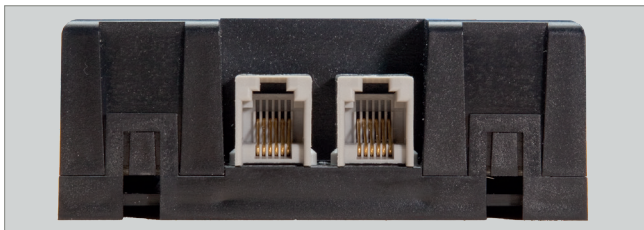

Abb. 11: LocoNet-Buchse am Erweiterungsmodul
- ▶ Verbinden Sie dann das LocoNet Kabel mit einem der LocoNet-Anschlüsse des zweiten Moduls, siehe Abb. 11.